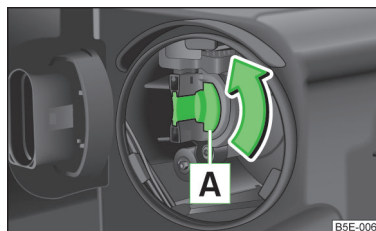

Fig. 214
- Rotiți soclul **A** » fig. 214 până la limită în sens antiorar și extrageți-l.